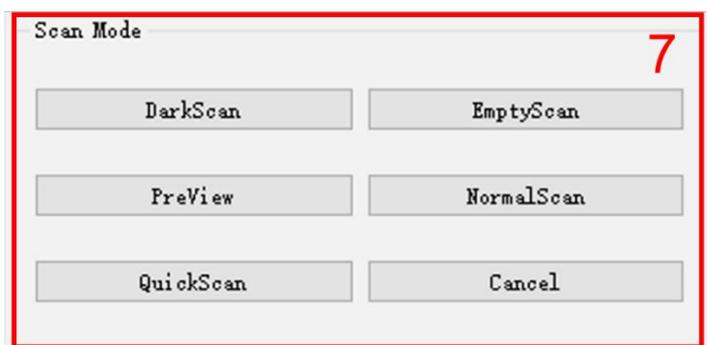
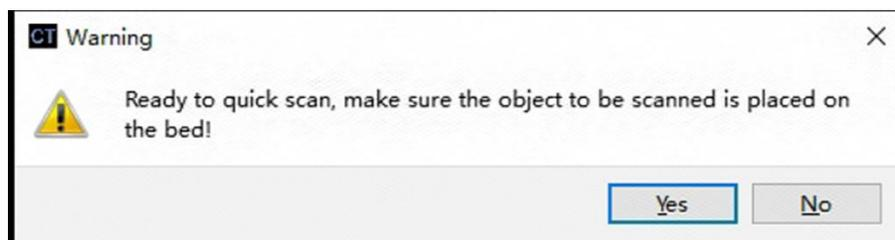
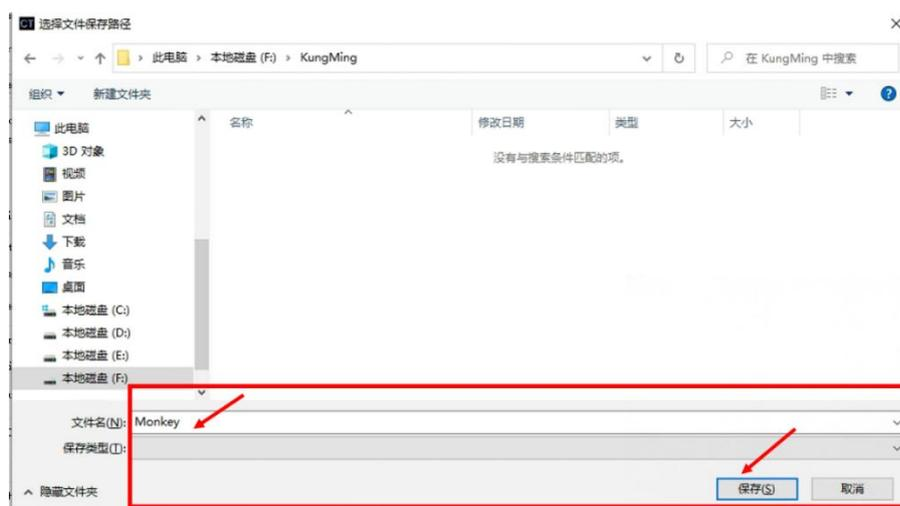

图 3.3.38 模块 5 中的 QuickScan 按钮
图 3.3.39 常规采集模式提示信息
图 3.3.40 选择文件保存路径
- (1).确认已接通系统电源。
- (2).打开 Micro-CT Control 软件。
- (3).重复 3.3.4 预览模式中的步骤(3)~(6)。
(4).点击 QuickScan 按钮（如图 3.3.38 所示），将会弹出图 3.3.39 所示的提示信息。点击 Yes 按钮，开始选择所采集文件的保存路径（如图 3.3.40 所示）。